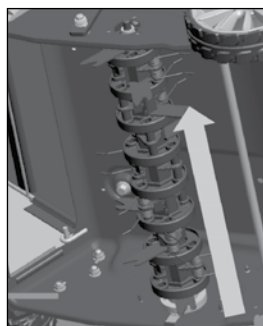

Рис. 15
5. Сдвиньте ножевой вал по направлению стрелки, выведя его шестигранный конец из зацепления с приводом. Потяните ножевой вал на себя и извлеките его из корпуса машины (рис. 15, 16, 17).